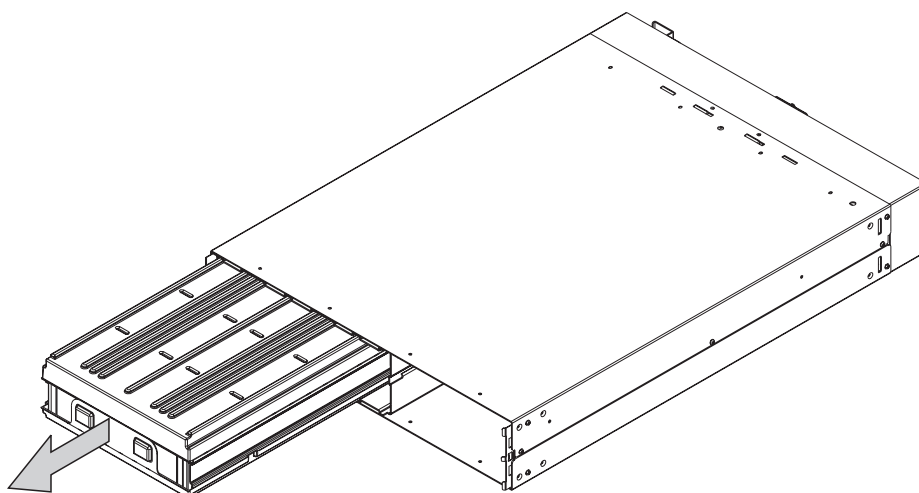

図 223. 2145 UPS バッテリーの取り外し
4. バッテリーにアクセスするため、バッテリー・プレートを取り外します。図 223 を参照してください。